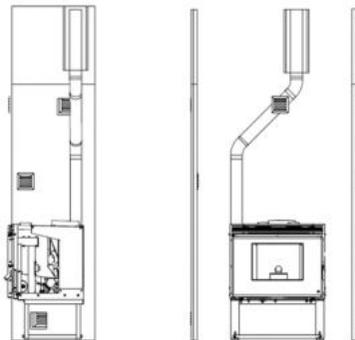

Figura 3 - Vista instalação com chaminé
- Tal como mostra a Figura 3 - Vista instalação com chaminé, a instalação da inserível a *pellets* traz o tubo de exaustão (com \varnothing 80 mm) diretamente para a chaminé. Se a chaminé for muito grande é recomendado entubar a saída de gases com um tubo de diâmetro interno mínimo de 80 mm.